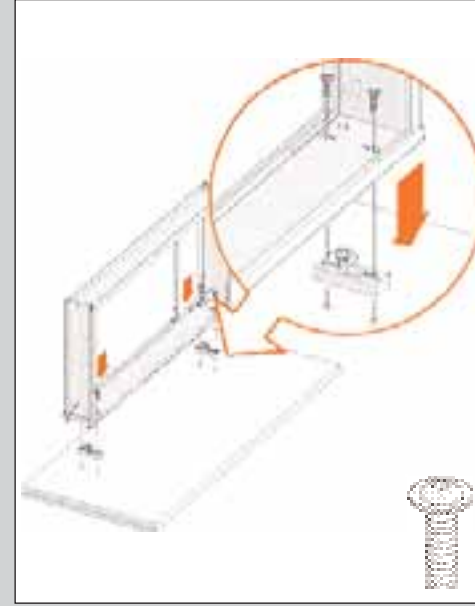

ABBILDUNG 24
2. Verschrauben Sie die Hängeregistratur mit den Schrauben an der Blende (siehe Abb. 24).